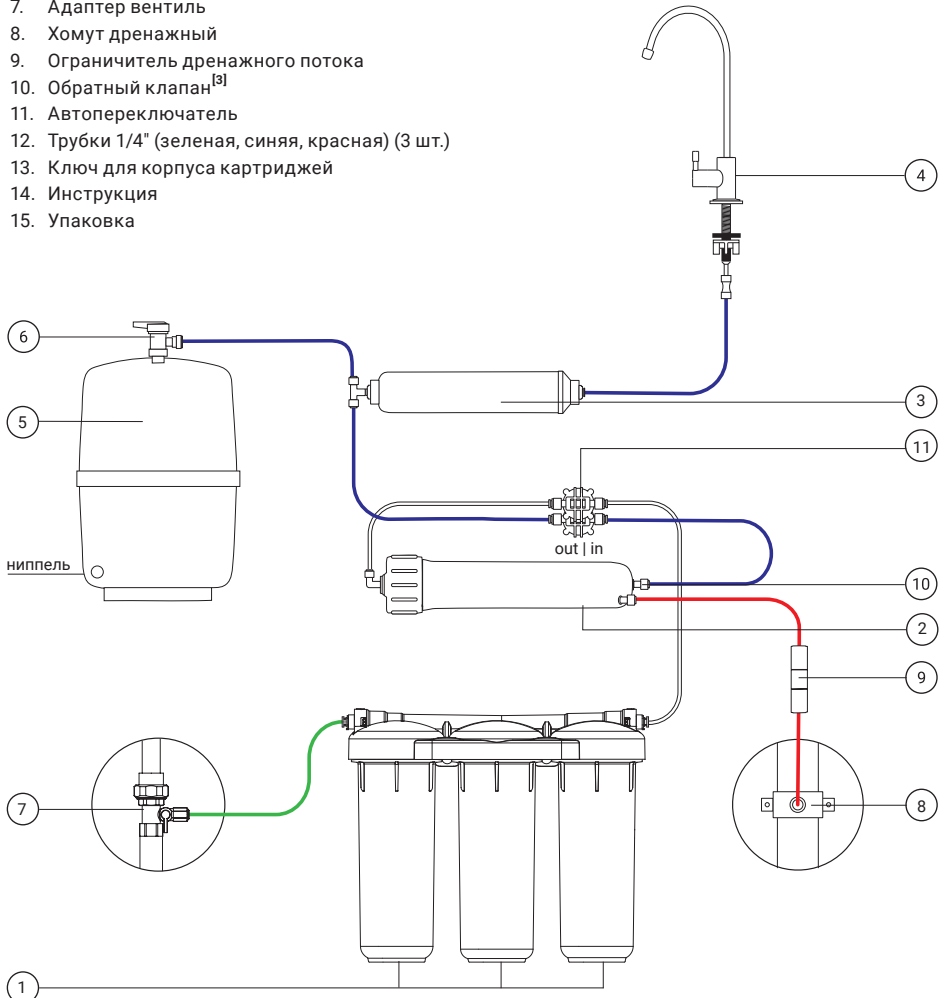
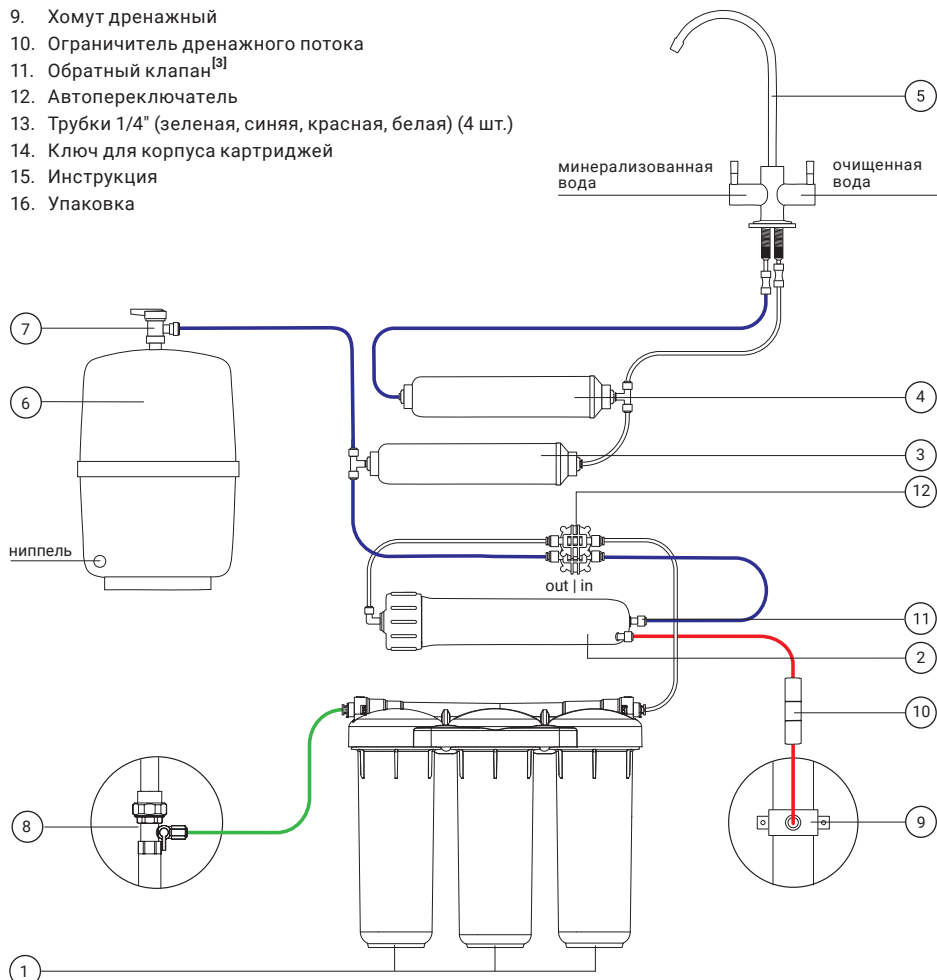

Рис. 2. Схема подключения Гейзер Аллегро/Престиж/Нанотек/Zero 50/Zero 100
Рис. 3. Схема подключения Гейзер Аллегро М/Премиум/Престиж М/Zero 50М/Zero 100М
6. Согласно схеме подключения (см. рис. 2, рис. 3) подключите одну часть синей пластиковой трубки в фитинг-тройник, подключенный к угольному постфильтру. Другой конец трубки подключите в фитинг на выход из угольного постфильтра. В фильтрах с минерализатором белую пластиковую трубку из комплекта поставки подключите в фитинг на выход из минерализатора.